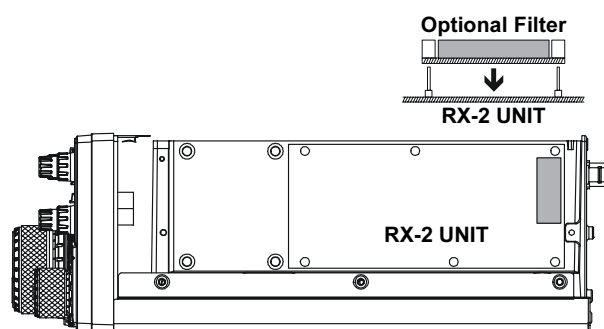

FIGURE 2
4. En se référant à la figure 2 trouvez l’emplacement du montage du filtre optionnel. Positionner le filtre de façon à aligner ses connecteurs avec les broches de montage sur la platine, et poussez le pour le mettre en place.